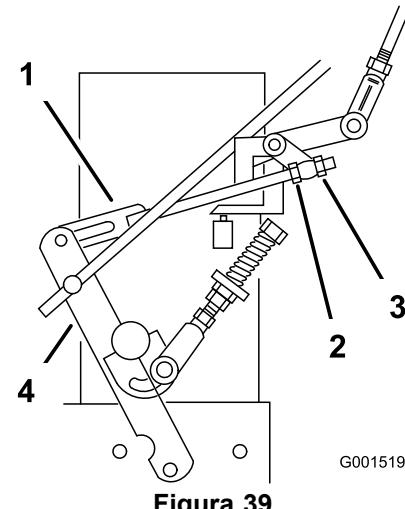

Figura 39
- Afloje la tuerca de ajuste delantera del acoplamiento izquierdo del control hidráulico, según se muestra en Figura 39.
- Gire la tuerca de ajuste izquierda trasera en el sentido contrario a las agujas del reloj hasta que la rueda gire hacia adelante (Figura 39).
- Gire la tuerca de ajuste trasera en el sentido de las agujas del reloj, 1/4 de vuelta a la vez. Luego mueva la palanca de control de la velocidad hacia adelante y hacia atrás a punto muerto. Repita esto hasta que la rueda izquierda deje de girar hacia adelante (Figura 39).